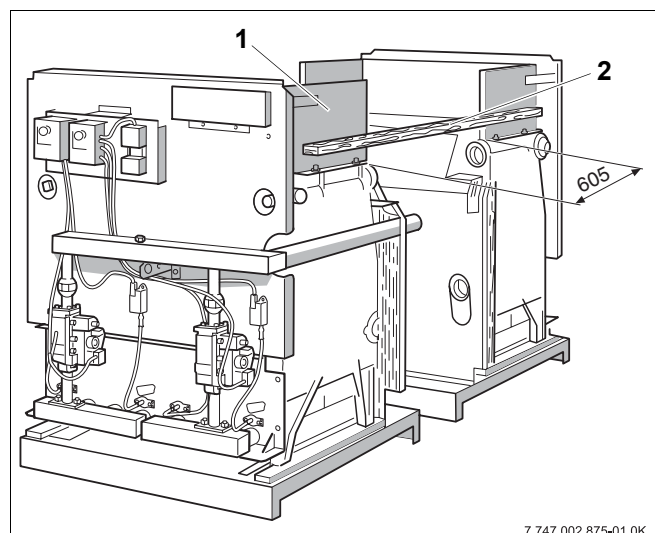

Рис. 6 Установка двух котлов
- С помощью уровня (рис. 6, **поз. 2**), приставленного к коллектору дымовых газов (рис. 6, **поз. 1**), выровняйте котлы друг относительно друга.
Расстояние между коллекторами дымовых газов должно быть **605 мм** (рис. 6).